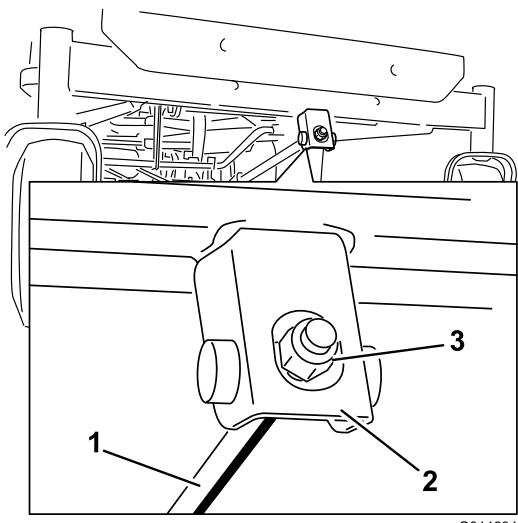

Figure 65
6. Pour régler l'inclinaison avant/arrière des lames, tournez l'écrou de réglage à l'avant du plateau de coupe (Figure 65).